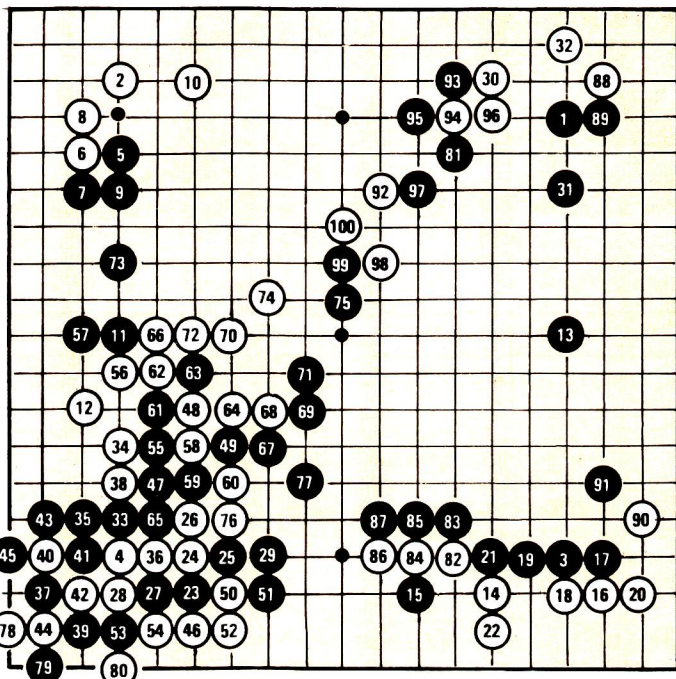

FIGURE 3 : COUPS 1-100
**Figure 3 (1-100).** Avec 75 le noir est parvenu à construire une grande zone centrale, que le blanc va se faire un devoir d'éroder avec 76, 82-86, puis 90. Malgré les apparences 88 est lui aussi un coup d'érosion qui menace une invasion sur le bord. Enfin 92. Le noir résiste en élargissant le champ de bataille et attaque les pierres 92-98-100.